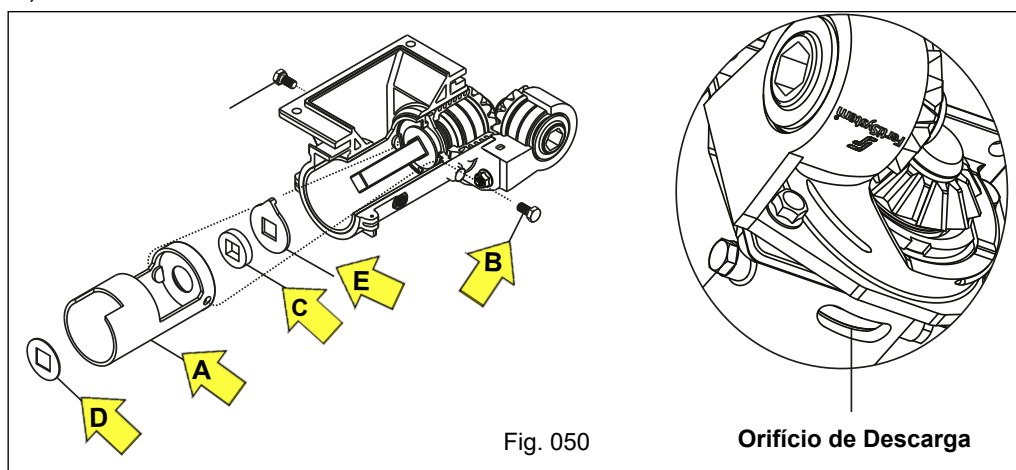

Fig. 050
d) Efetue a análise de desgaste no revestimento "A", substitua-o se apresentar desgaste excessivo, afrouxando e retirando o parafuso "B". Verifique se há desgaste no feltro "C", arruelas "D" e arruela de limpeza "E". O desgaste excessivo é verificado quando ocorrer a saída do adubo em grande quantidade pelo orifício de descarga autolimpante, localizado na face inferior do corpo do distribuidor (Fig. 050).